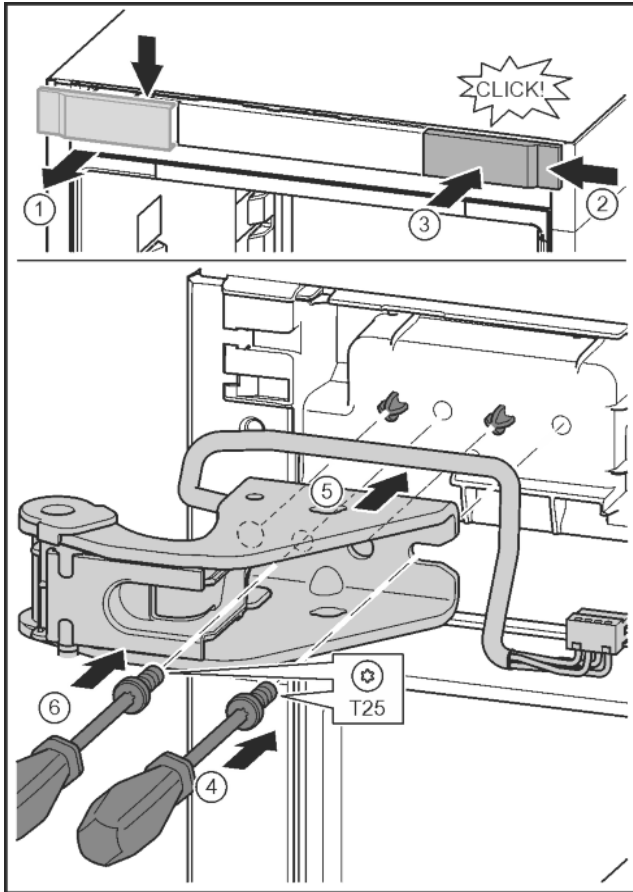

Fig. 29
- ▶ Abdeckung lösen und seitlich abnehmen. Fig. 29 (1)
- ▶ Abdeckung um 180° gedreht auf der anderen Seite von rechts einhängen. Fig. 29 (2)
- ▶ Abdeckung einrasten. Fig. 29 (3)
- ▶ Schraube mit Schraubendreher T25 ansetzen. Fig. 29 (4)
- ▶ Oberen Lagerbock ansetzen. Fig. 29 (5)
- ▶ Schraube festdrehen. Fig. 29 (4)
- ▶ Schraube mit Schraubendreher T25 einsetzen und festdrehen. Fig. 29 (6)